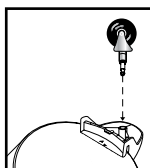

FIGURE 6
9. Insérer les roulettes en plaçant la tige dans les trous fournis. Appliquer une pression ainsi qu'un mouvement de torsion jusqu'à ce que les roulettes s'enclenchent en place **FIGURE 6.**